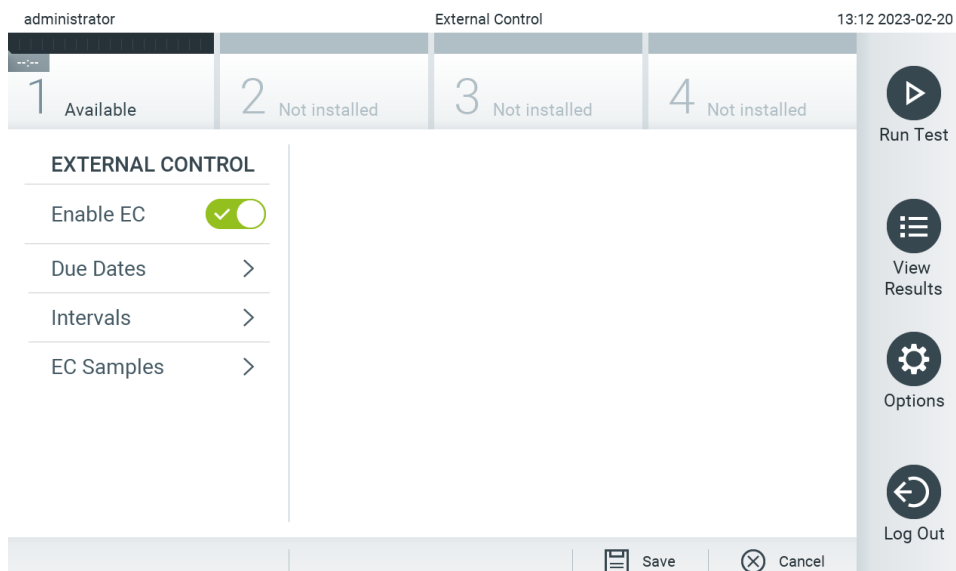

Abbildung 76. Der Bildschirm External Control (Externe Kontrolle).
3. Wählen Sie **Due Dates** (Fälligkeitsdaten) und dann einen Assay aus der Liste aus, um zu sehen, wann der letzte externe Kontrolltest je Assay und Analysemodul durchgeführt wurde und wann der nächste externe Kontrolltest fällig ist (Abbildung 76). Hinweis: Falls keine Assays installiert sind, können keine Fälligkeitsdaten angezeigt werden.